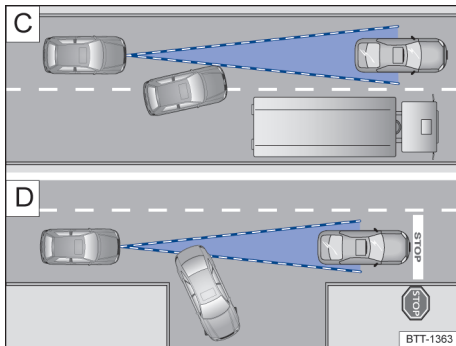

Fig. 102 [C] Cambio de carril. [D] Vehículo girando o parado.
Por ejemplo, si un vehículo detectado por el ACC gira o cambia de carril, y si hay un vehículo parado frente a este vehículo, el ACC no reaccionará al vehículo parado → fig. 102 [D].
- Vehículos que cambian al carril donde usted está a poca distancia del vehículo → fig. 102 [C].